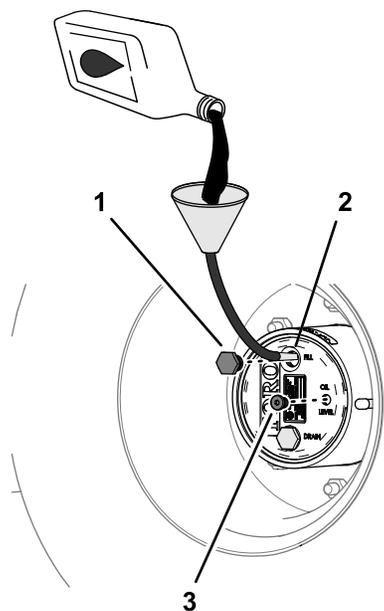

Figura 93
4. Se o nível de lubrificante estiver baixo, retire o tampão de enchimento e adicione o lubrificante especificado até começar a sair pelo furo do tampão de verificação (Figura 93); consulte a
6. Instale o tampão de enchimento e o tampão de verificação (Figura 93).
1. Através do furo do tampão de enchimento, adicione lentamente o lubrificante de engrenagens especificado; consulte Figura 93 em Verificação do lubrificante da transmissão da engrenagem planetária \(página 75\).
3. Instale o tampão de enchimento e o tampão de verificação; consulte Figura 93 em Verificação do lubrificante da transmissão da engrenagem planetária \(página 75\).